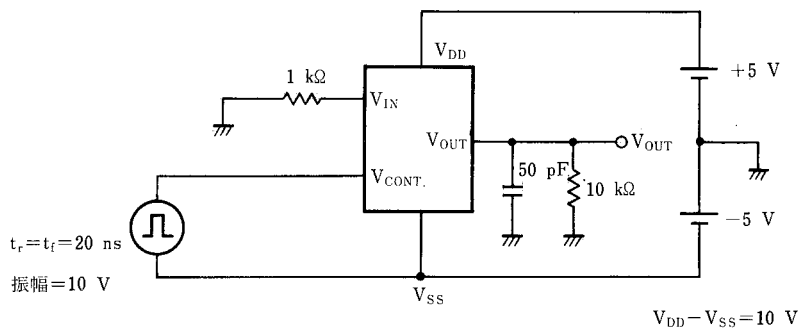

図16 切換えノイズ測定回路
(2)(3)のメカニズムによる切換えノイズは図16のような回路で測定した結果 $V_{NOISE}=200\text{ mV TYP.}$ が代表的な分布例です。